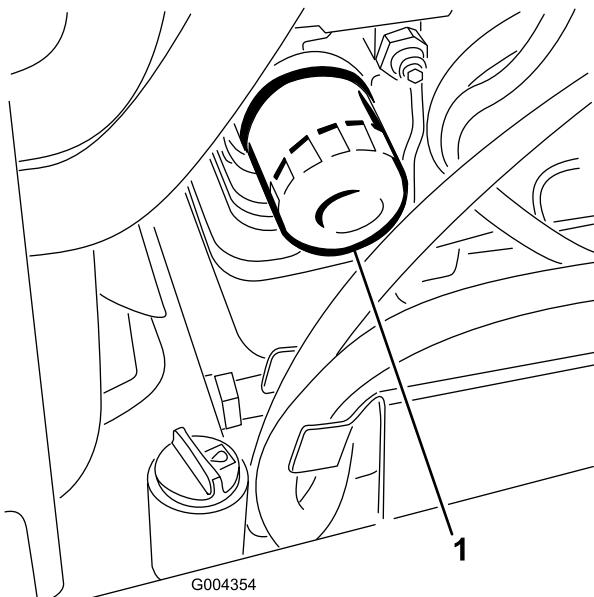

Figura 45
4. Retire el filtro de aceite (Figura 45).